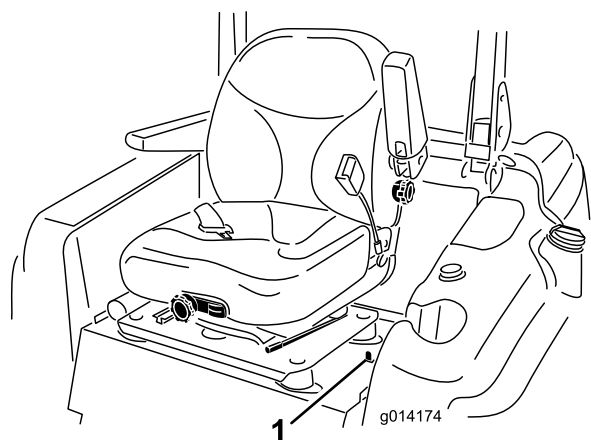

図 18
1. 運転席の左側に配置されている座席固定ラッチを後ろに倒すと、運転席全体を前に倒せるようになる(図 18)。